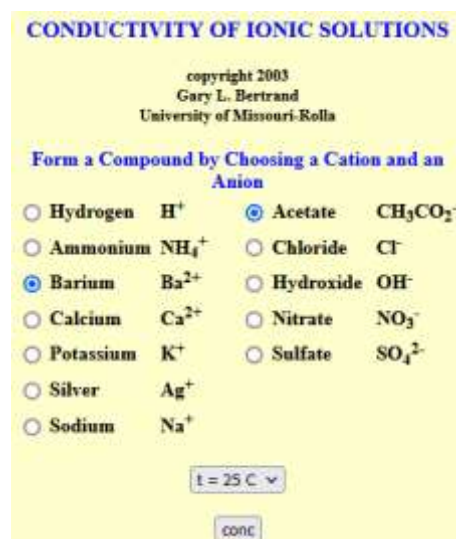

Figura 10. Simulador *Conductivity of ionic solutions*.
5. Tome la lectura de conductividad en [ $\mu\text{S}$ ] y registre sus resultados en la tabla 1. Para ello, seleccione en el simulador el anión y el catión que correspondan y fije la temperatura en 25 [ $^{\circ}\text{C}$ ] (figura 10).